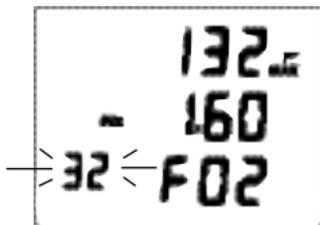

Fig. 20B - AJUSTE FO2 = 32%
- Si mantiene pulsado el botón S (lateral), la secuencia se reanuda desde el 32% (Fig. 20B) hasta el 50%, para detenerse en AIRE (o en el 21%).